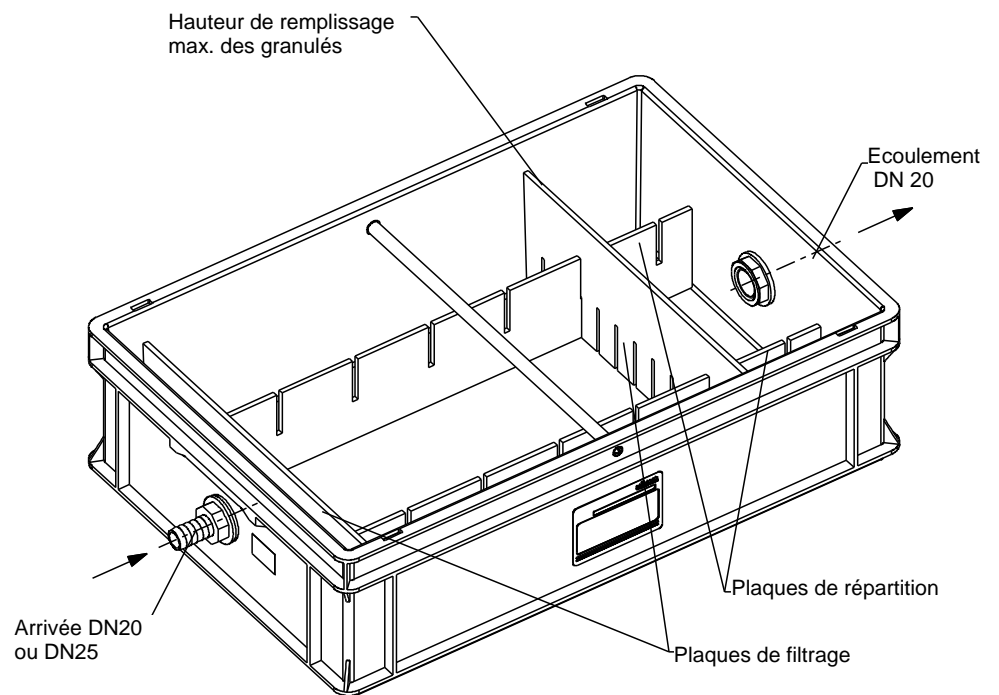

Fig. D-5 : Hauteur de remplissage des granulés N-210
- Adaptez la cuve de chargement pour le neutralisant en granulés de la N-210 conformément à la puissance de la chaudière à condensation à raccorder. Ceci est réalisé en enfichant les plaques conformément aux fig. D-5 et D-6, le cas échéant DN 20. Montez le raccord du tuyau d'arrivée et le raccordez avec le tuyau DN 20 optionnel.